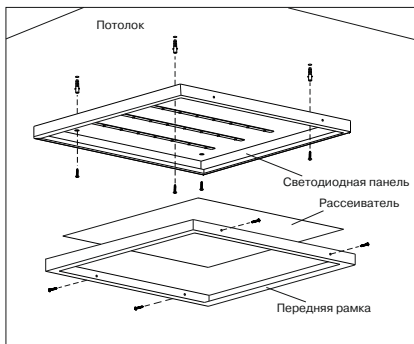

Рисунок 1
– накладной монтаж производить непосредственно на поверхность потолка с креплением светодиодной панели через отверстия в корпусе (рисунок 1). Крепёж для накладного способа монтажа в комплекте не поставляется;